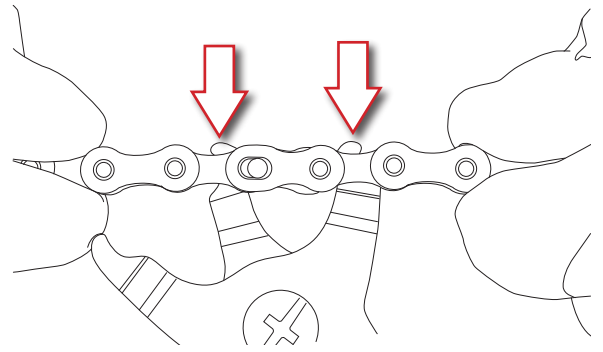

Fig.10
- Insérez dans les maillons internes adjacents au C-Link™ une pince de fermeture de faux maillon avec des dents d'une épaisseur inférieure à 1,8 mm (Fig. 10).